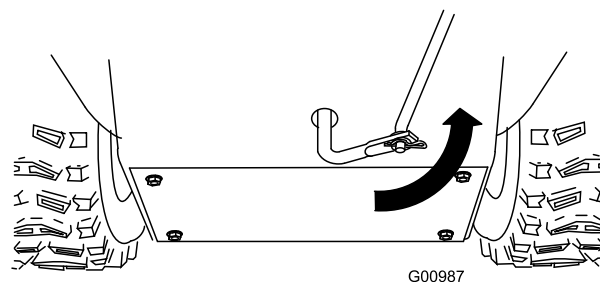

Figure 12
5. Tournez le bras de liaison inférieur complètement vers le haut (sens anti-horaire) (Figure 12).